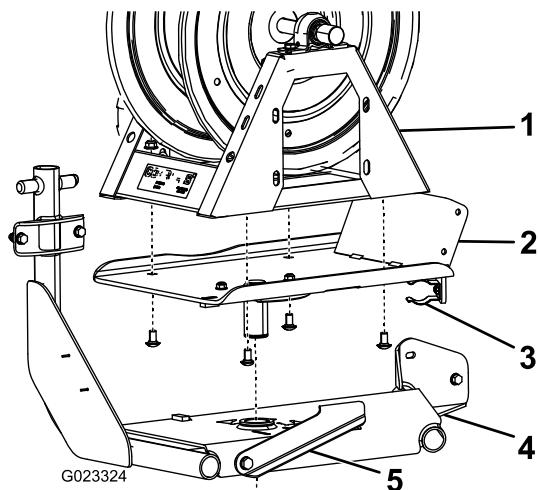

図 6
2. スイベルプレートをホースリールの底部に取り付けるキャリッジボルト4本とフランジナット3/8インチ4個を使用する図6。
3. スイベルプレートを、ホースリール・フレームの穴に落とす図6。